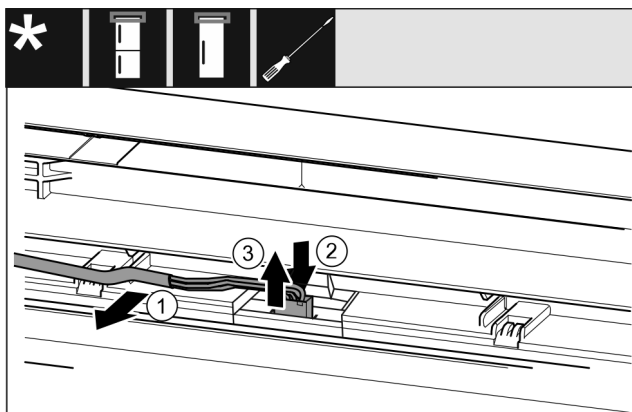

Fig. 24 Koel-/vriescombinaties / diepvriezers / koelapparaten\*
- ▶ Kabel Fig. 24 (1) voorzichtig uit de geleiding in de deur losmaken.\*
- ▶ Strip Fig. 24 (2) achter de stekker naar achteren drukken.\*
- ▶ Stekker Fig. 24 (3) voorzichtig naar boven toe wegtrekken.\*